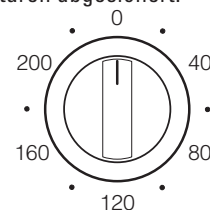

Abb. 7
- Mit dem Thermostatknopf können Sie die Friteuse von 40 - 200 °C einstellen (Abb. 7). Sie ist mit einer maximalen Begrenzung versehen und somit gegen zu hohe Temperaturen abgesichert.